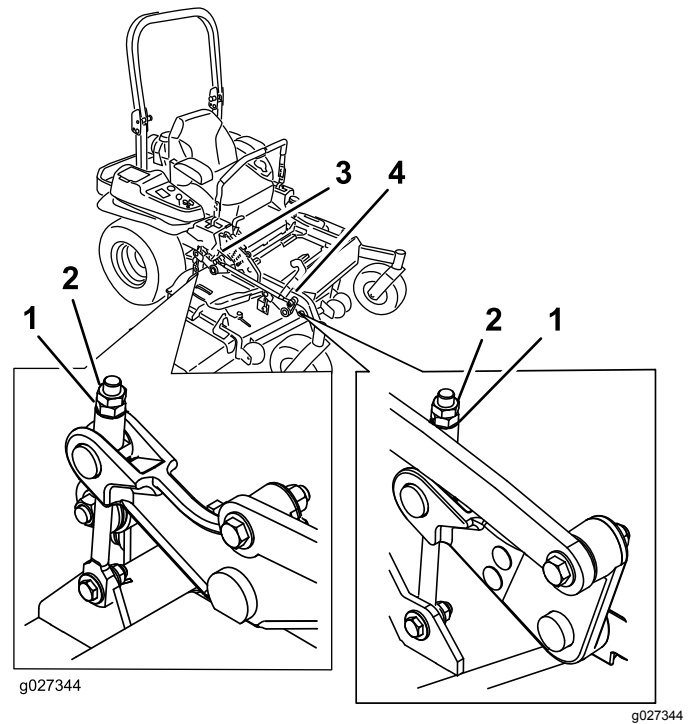

Figura 94
10. Gire la tuerca de ajuste del conjunto de elevación de la carcasa delantera para modificar la altura (Figura 94).
16. Gire el tornillo de ajuste hasta obtener una altura de 8.3 cm ($3\frac{1}{4}$ ") (Figura 94).